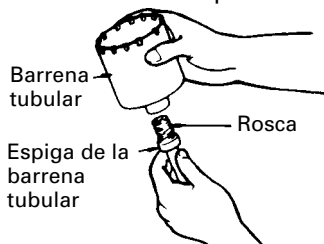

Fig. 14
- (1) Montar la barrena tubular en su espiga. (Fig. 14)